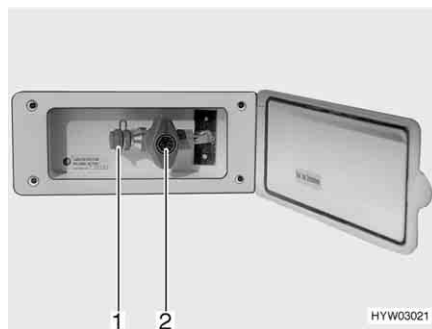

Bild 111 Extern gasanslutning, gasavstängningsventilen stängd
Den externa gasanslutningen (Bild 111) befinner sig, beroende på modell, på fordonets bakdel eller på fordonets vänstra resp. högra sida.
- Anslut den externa gasapparaten till anslutningar (Bild 111,1).
- Öppna gasavstängningsventilen (Bild 111,2).